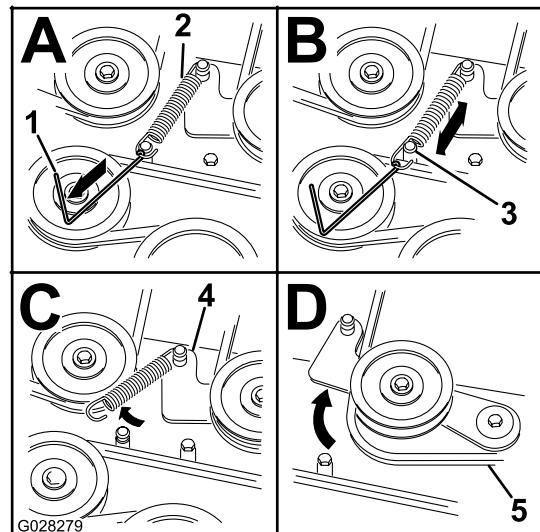

Figura 64
8. Alivie la tensión del muelle de la polea tensora. Consulte Figura 64.
- Nota:** Utilice la herramienta para la retirada de muelles (Pieza Toro N° 92-5771) para retirar el muelle del anclaje de la carcasa de corte (Figura 64).